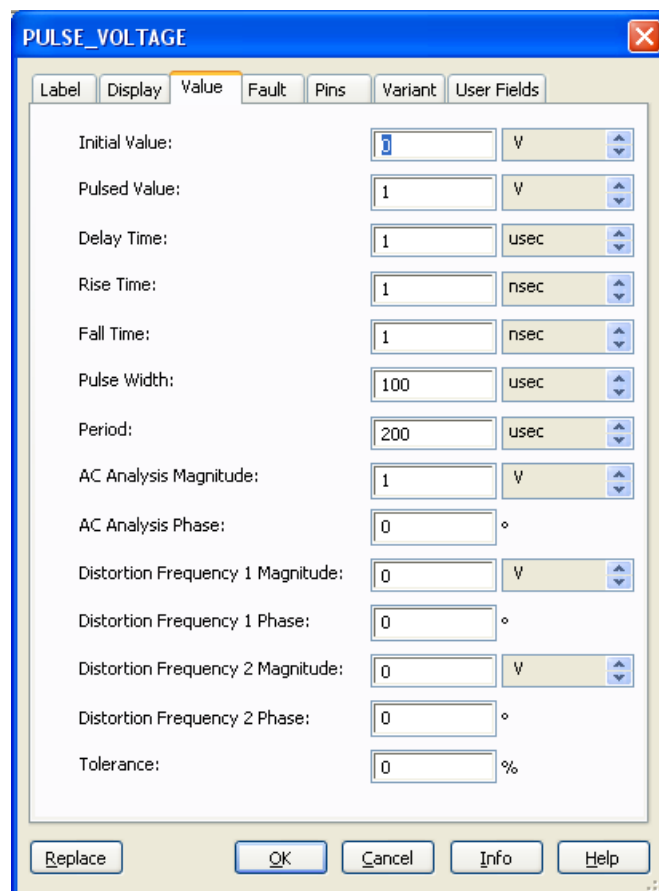

Рис. 5.2.2
- 1.2. На входе включить источник прямоугольных импульсов (Компонент PULSE\_VOLTAGE из Group: Sources, Family: SIGNAL\_VOLTAGE\_SOURCES). Установить параметры источника: (рис. 5.2.2).